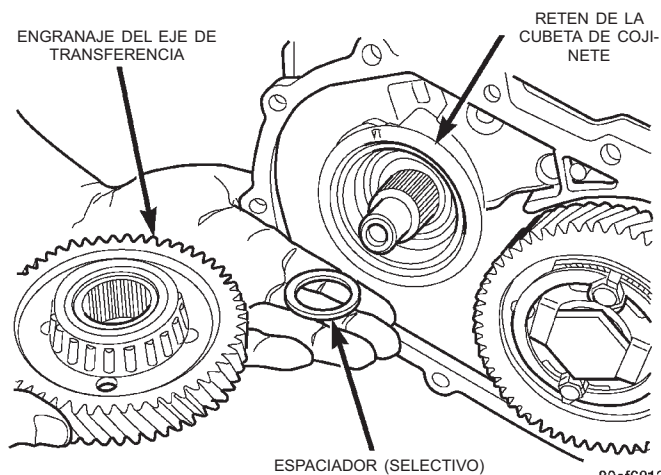
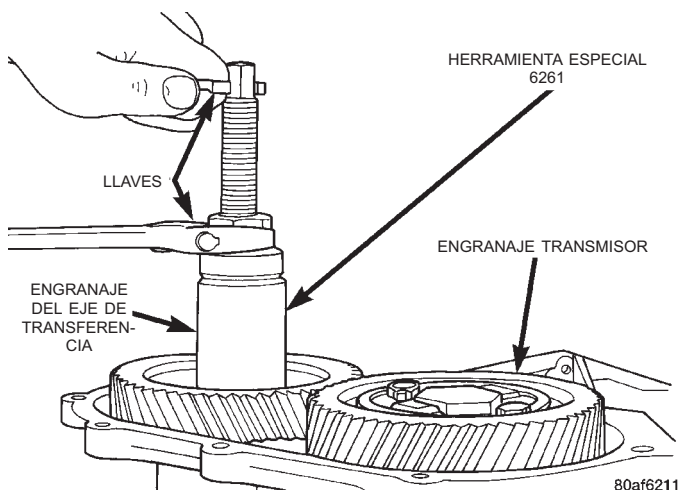

Fig. 259 Engranaje del eje de transferencia y espaciador (selectivo)
Fig. 260 Instalación del engranaje del eje de transferencia
(3) Para obtener el reglaje correcto del cojinete, consulte la combinación de espaciadores necesaria en el Cuadro de espaciadores del cojinete del eje de transferencia.
(4) Utilice la herramienta 6259 para retirar la tuerca de retén y la arandela. Retire el engranaje del eje de transferencia mediante la herramienta L-4407.
(5) Retire el espaciador de calibración e instale el espaciador correcto (Fig. 259). Instale el conjunto del engranaje y cojinete del eje de transferencia. (Fig. 260).